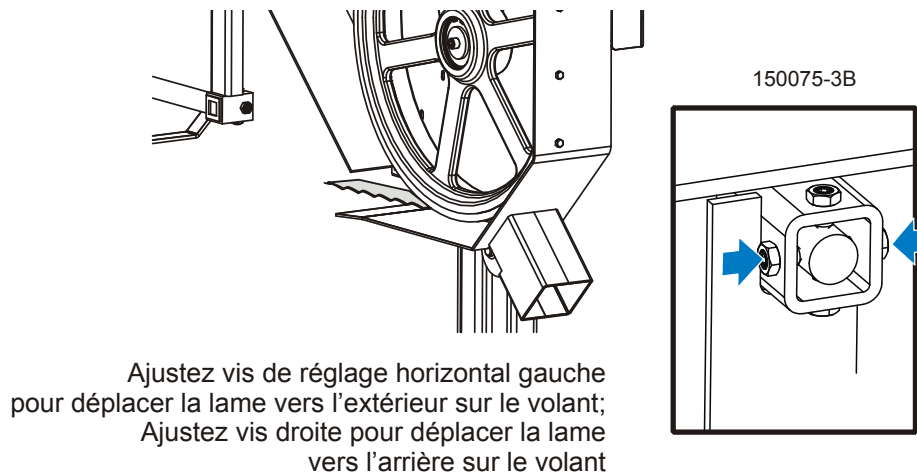

**FIG. 8-14**
**Voir Figure 8-14.** Utilisez le réglage de contrôle d'inclinaison pour ajuster le volant libre. Si la lame est trop à l'avant sur le volant, tournez le contrôle d'inclinaison dans le sens inverse des aiguilles d'une montre. Si elle est trop à l'arrière sur le volant, tournez-le dans le sens des aiguilles d'une montre.